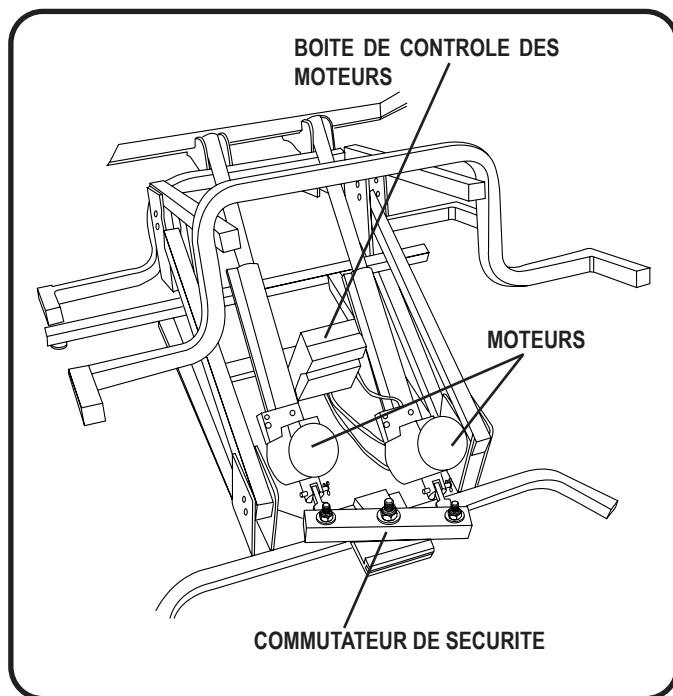

Figure 5.1 Moteur dérégulé
1. Pesez sur le bouton de la manette dans un sens ou dans l'autre. Si le fauteuil refuse de fonctionner, vérifiez l'état du commutateur de sécurité à pression pour voir si il a été activé. Un moteur dérégulé montrera un extension plus longue que la normale et un commutateur de sécurité enfoncé. (**Fig. 5.1**).